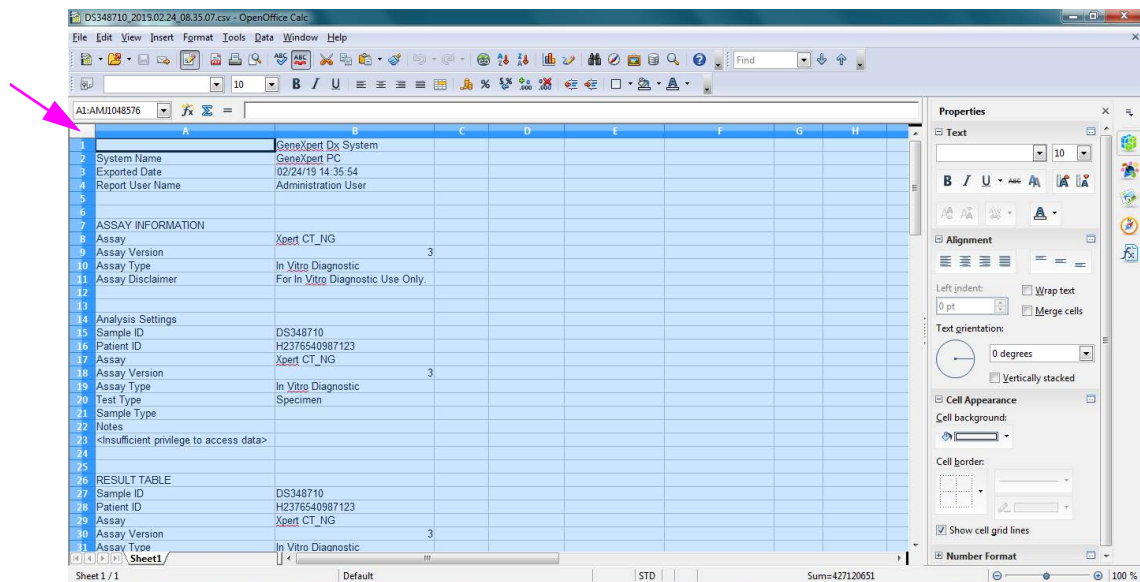

Abbildung D-5. Alle Zellen ausgewählt
6. Wenn Sie diese Auswahlen getroffen haben, klicken Sie auf **OK**. Die .csv-Datei wird angezeigt. Siehe Abbildung D-5.
7. Sobald die Datei offen ist, klicken Sie auf die obere linke Ecke des Arbeitsblatts, um alle Zellen zu markieren, wie in Abbildung D-5 dargestellt.